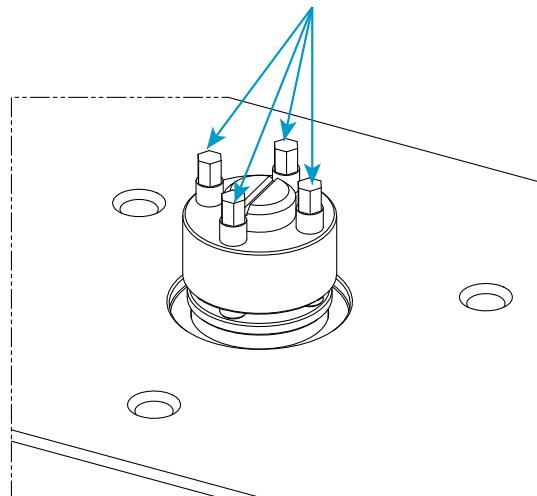

図22. メカニカル テンショナー アセンブリ
11. メカニカル テンショナー キットに付属の対応する 5mm 六角ドライブソケット (67-4-29) と一緒にトルクレンチ (80-9-11) を使用して、以下の手順に従って メカニカル テンショナー上の 4 本の位置決めねじ (99 ページの図 22 に示す) を 14 N·m (10.3 ft-lb) まで締めます。